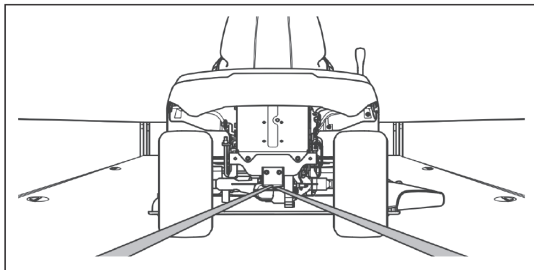

Рис. 50
8. Закрепите газонокосилку ремнями или тросами по мере необходимости, чтобы предотвратить движение во время транспортировки (Рис. 50 и Рис.51).